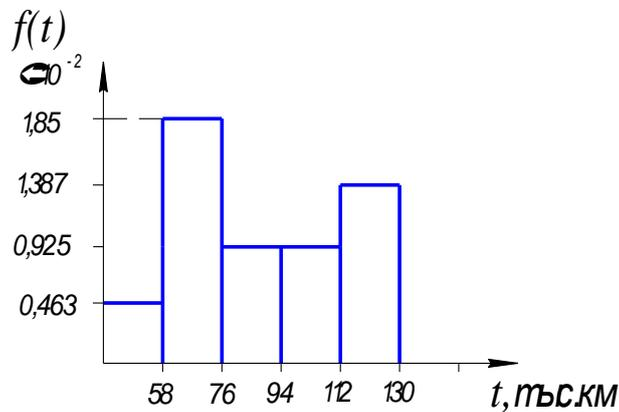

Рисунок 1.1 - Распределение плотности отказов $f(t)$
15. Построим гистограмму распределения плотности отказов $f(t)$ в зависимости от наработки t , рисунок 1.1.